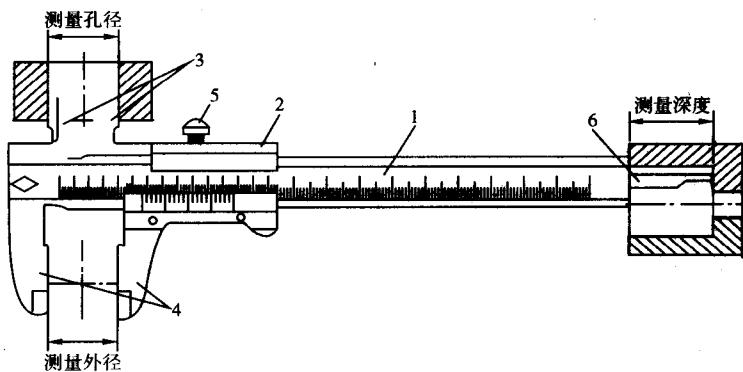

图1-8 游标卡尺的外形结构
(1) 游标卡尺的结构。游标卡尺是工业上常用的测量长度的仪器，它由尺身及能在尺身上滑动的游标组成，如图1-8所示。若从背面看，游标是一个整体。游标与尺身之间有一弹簧片（图中未能画出），利用弹簧片的弹力使游标与尺身靠紧。游标上部有一紧固螺钉，可将游标固定在尺身上的任意位置。尺身和游标都有量爪，利用上量爪可以测量槽的宽度和管的内径；利用下量爪可以测量零件的厚度和管的外径。深度尺与游标尺连在一起，可以测量槽和筒的深度。